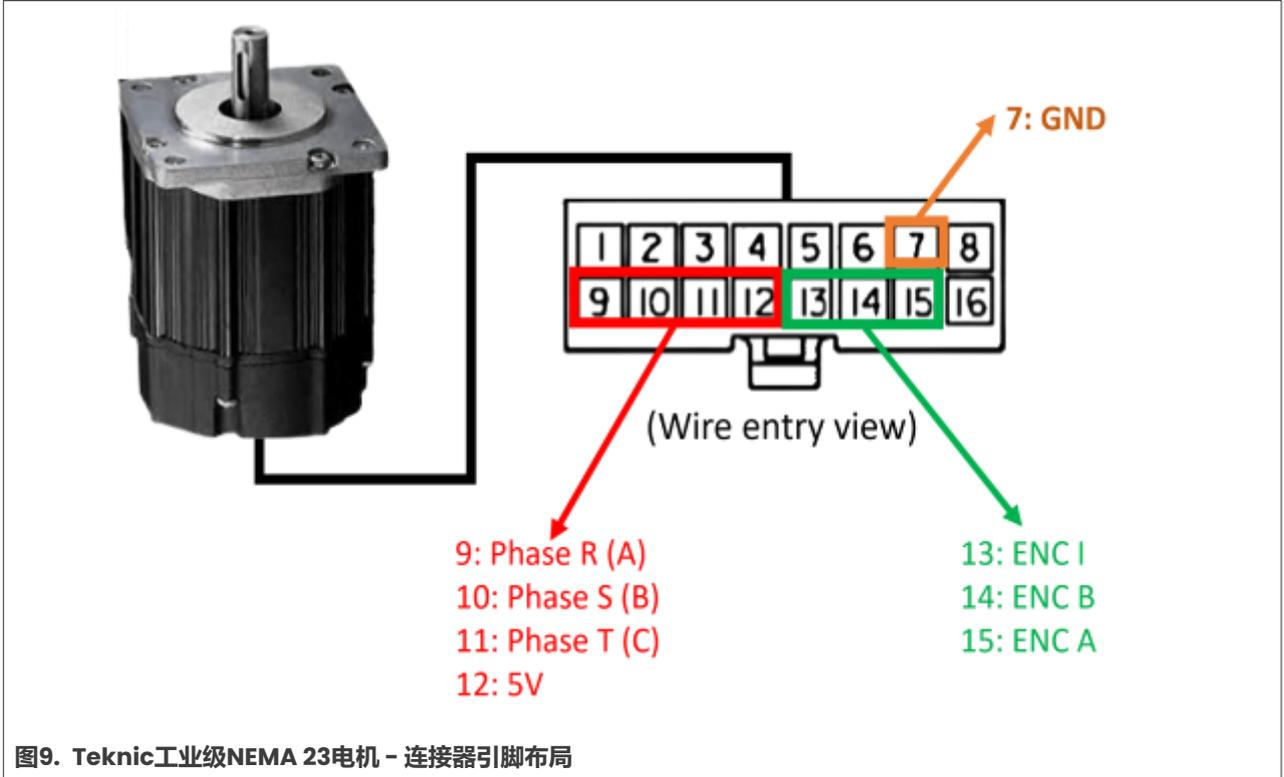

图8. 四个功率平台板连接到数字板
- (1) 使用10脚扁平电缆，将数字板上的J154连接器连接到功率平台板上的J5连接器；
- (2) 使用30脚扁平电缆，将数字板上的J153连接器连接到功率平台板上的J1连接器。
3. 对您想要连接到系统的所有功率平台板重复上述步骤。您可以使用i.MX RT工业驱动开发平台硬件包中包含的螺母柱和螺丝，将两个功率平台板堆叠在一起。连接好所有功率平台板后，结果应与图8类似。